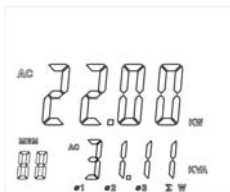
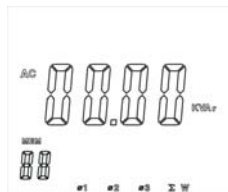

图13
图14
4. 记录完当前第三相功率值之后, 按下Σ键并保持1秒显示 "三相有功功率和" 和 "三相视在功率和" 如图13: 如图14按▲键循环显示 "三相总有功功率+三相总无功功率" 和 "三相总功率因数+三相总视在功率"